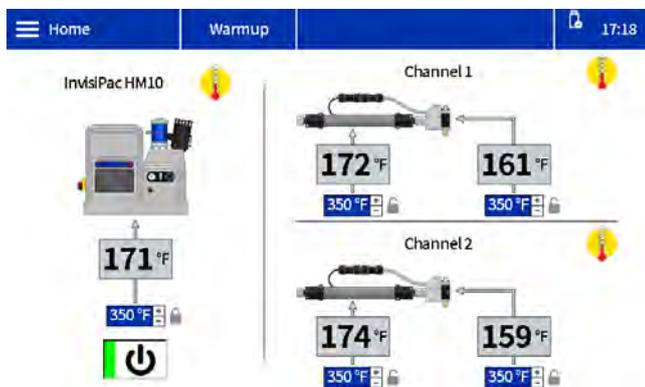

FIG. 19: Pantalla de inicio de precalentamiento del sistema
- Pulse el botón de encendido/apagado  de la pantalla de inicio del ADM para que el sistema empiece a precalentarse. Consulte la FIG. 19.